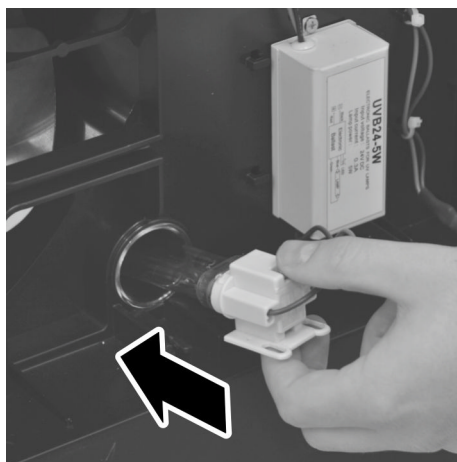

Abb. 37: UV-Lampe in die Öffnung schieben
7. ➤ UV-Lampe und Fassung wieder in die Öffnung schieben (Abb. 37).